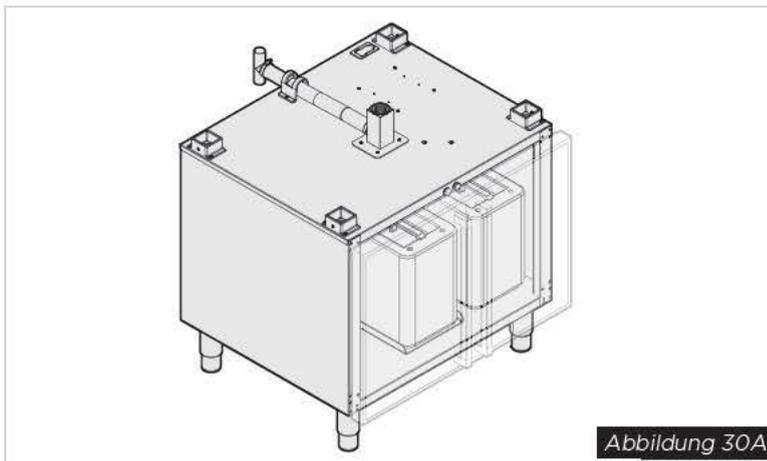

Abbildung 30A
- *Pollo Cabinet* (Abbildung 30A) (Cod. XEAEC-00EF-P für Backbleche 400x600, Cod. XEVEC-011-P für Backbleche GN1/1 und Cod. XEVEC-0021-P, komplett motorisiert, für Backbleche GN2/1) sammelt über ein Ventil automatisch das Ofenfett in einen dafür vorgesehenen Sammelbehälter mit hermetischem Verschluss (serienmäßig werden 2 Behälter geliefert). Eine Lastmessdose unter diesem misst den Zustand des Behälters und informiert den Nutzer über eine Meldung am Display, wann der Behälter auszuleeren ist.